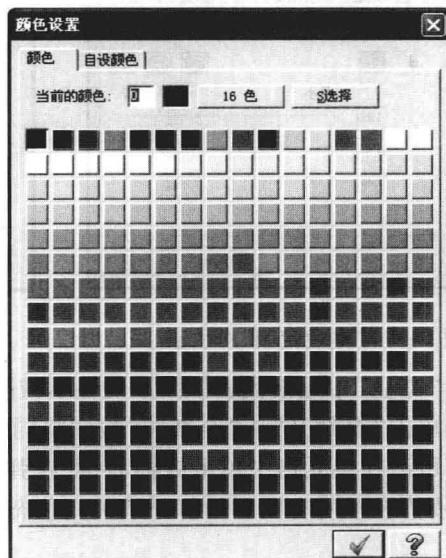

图 1-8 “颜色设置”对话框
(1) “颜色”:设置当前绘制的图素颜色,可以直接在文本框中输入颜色号码,也可以单击其中的“调色板”功能按钮■,打开如图 1-8 所示的“颜色设置”对话框来选择颜色。